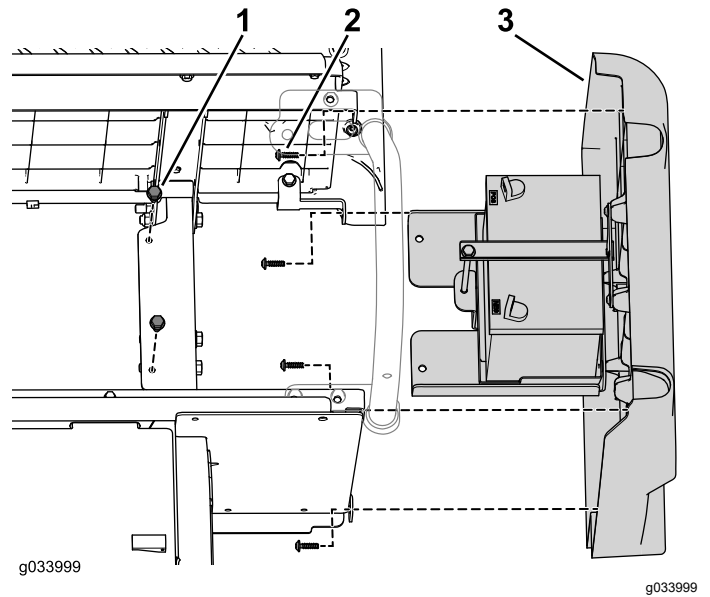

Figura 11
- Retire los 2 pernos con arandela prensada (5/16" x 3/4") que sujetan la bandeja de la batería al bastidor, y los 4 tornillos torx (M6,0 x 22 mm) que sujetan el panel lateral derecho, y retire el panel lateral derecho (Figura 11).
Nota: La batería sale junto al panel lateral derecho, según se muestra en Figura 11.